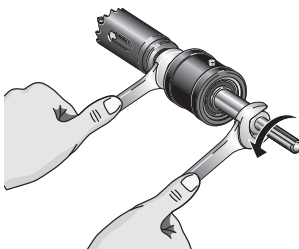

Figure 17 – Remplacement de l'arbre du mandrin
2. Desserrez et retirez l'arbre à l'aide d'une clé de 5/8" (Figure 17).